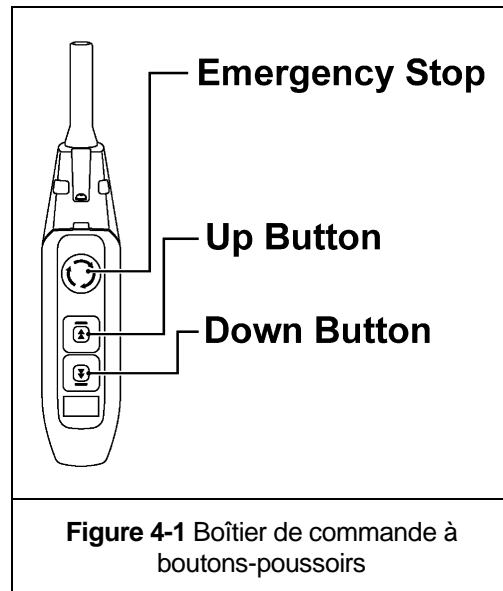

Figure 4-1 Boîtier de commande à boutons-poussoirs
- 4.3.2 Bouton d'arrêt d'urgence – Appuyez sur le bouton d'arrêt d'urgence pour effectuer un arrêt d'urgence et déverrouiller les contrôles de mouvement du palan ou pour réinitialiser le VFD comme illustré à la **figure 4-1**. Tournez le bouton d'arrêt d'urgence dans le sens horaire pour déverrouiller les commandes et permettre le fonctionnement du palan. Le sigle « Hbb » apparaîtra sur l'affichage du VFD de l'appareil lorsque le bouton d'arrêt d'urgence est enfoncé.
- 4.3.3 Boîtier de commande – Les boîtiers de commande fournis avec le palan sont équipés de boutons de commande à deux niveaux. Pour la basse vitesse, appuyez sur le bouton jusqu'au premier niveau, et pour la haute vitesse, enfoncez complètement le bouton jusqu'au deuxième niveau. Utilisez le bouton « UP » pour soulever la chaîne ou le crochet de levage du palan, ou le bouton « DOWN » pour abaisser la chaîne ou le crochet de levage du palan, comme illustré à la **figure 4-1**. Pour arrêter le mouvement, relâchez les boutons.